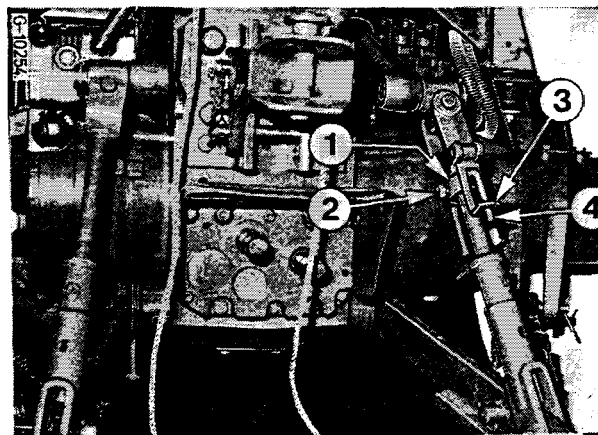

Figure 34a
NOTE : Lorsque vous attelez des instruments munis de roues de jauge, mettez en place le collier (1) Fig. 34a suivant besoin pour permettre un débattement latéral.